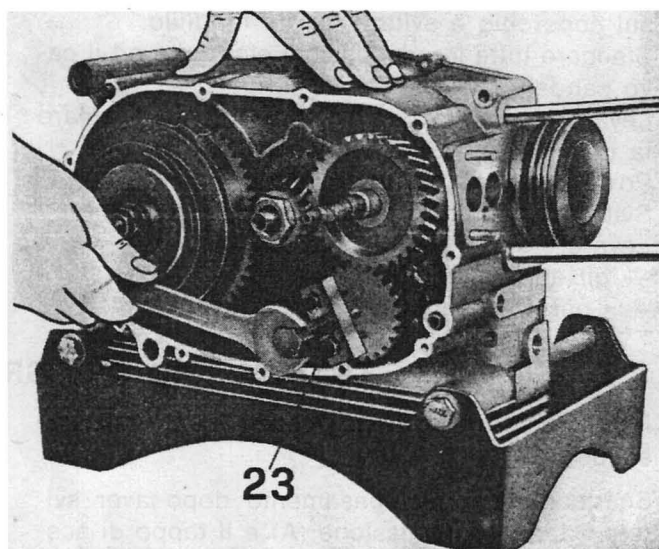

Fig. 11
- l'ingranaggio comando pompa olio con attrezzo n° 32906302 (23 di fig. 11);